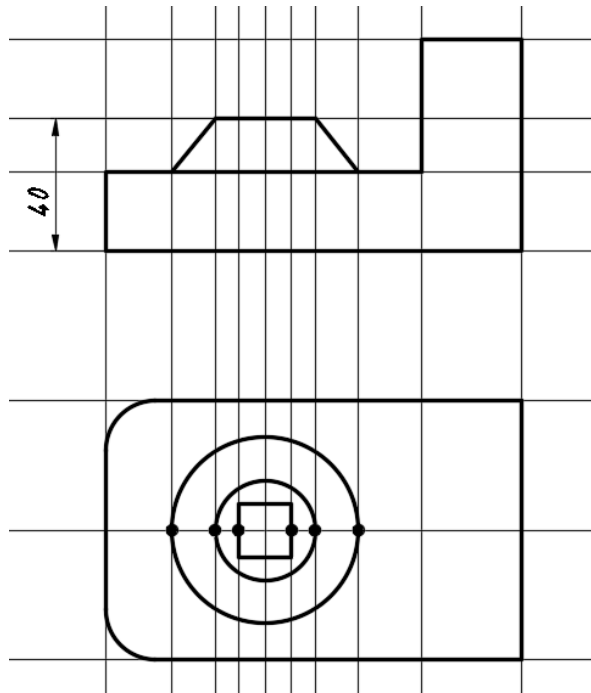

Рис. 4.6
7. На вспомогательном слое провести бесконечные прямые (опция **Вер**) через указанные точки на виде сверху и одну горизонтальную прямую с отступом 40 мм на виде спереди (рис. 4.6).
8. Выполнить обводку контура конической бобышки на виде спереди (рис. 4.6).